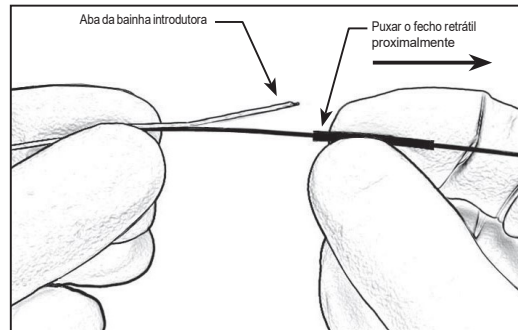

Figura 3 – Puxar o fecho retrátil proximalmente
15. Mantenha o dispositivo imediatamente distal ao fecho retrátil e puxe o fecho proximalmente para expor a aba destacável na bainha introdutora. Consulte a Figura 3.